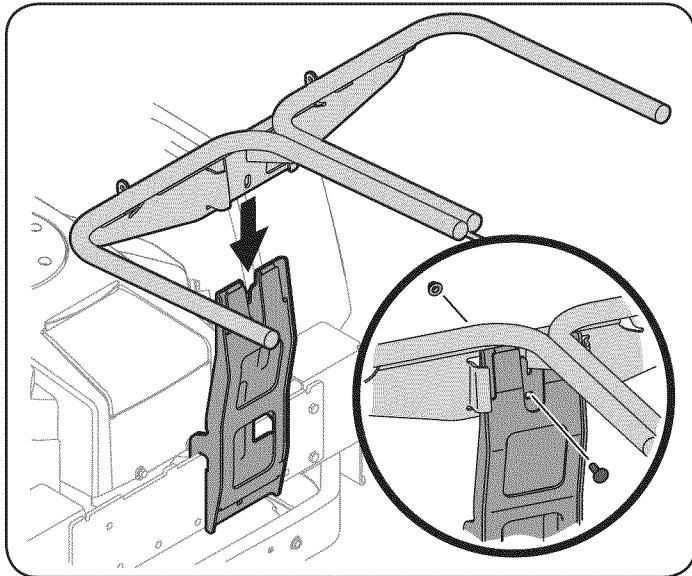

Figura 5
7. Calce a presión el soporte del canal superior plástico colocando primero la porción lateral sobre el carril de soporte de la embolsadora (1) con el borde que calza a presión alineado con la línea de la etiqueta, como se muestra en el recuadro de la Figura 5.
6. Instale y fije el conjunto de ménsulas de suspensión en la ménsula de soporte vertical usando un perno de carro 710-0276 y una tuerca de seguridad con brida 712-04063 del paquete de elementos de ferretería 689-00320. Vea la Figura 5.
8. Calce a presión el lado delantero del soporte del canal al carril (2), como se muestra en la Figura 5.